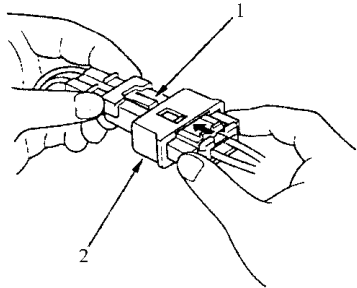

图 11-18 安装插接器
(2) 连接：重新连接时，握住卡爪侧插接器，然后按如图 11-18 所示方向，按下锁套侧插接器的背面。当两部分被压在一起时，锁套会被卡爪推回。不要接触锁套。